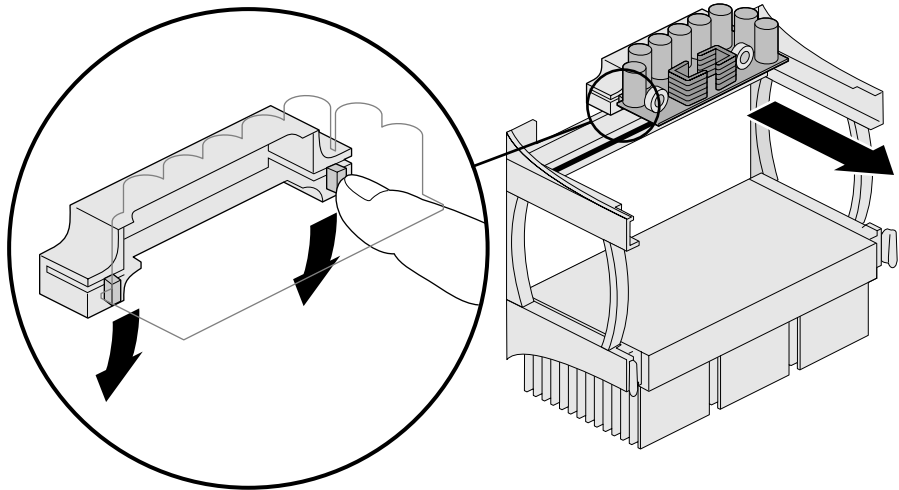

Abbildung 6-10 Entfernen des Prozessor-Spannungsreglers
8. Wenn Sie den Sekundärprozessor entfernt und einen Prozessor-Terminator eingesetzt haben, entfernen Sie, wie in Abbildung 6-10 gezeigt, auch den Spannungsregler.